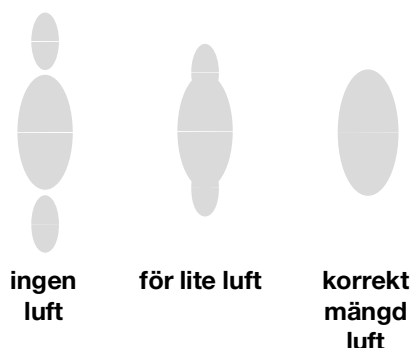

FIG. 7
7. Se FIG. 7. Ställ in finfördelningslufttrycket till cirka 35 kPa (0,35 bar, 5 psi) vid aktivering. Kontrollera sprutmönstret, öka sedan lufttrycket långsamt tills svansarna är helt sönderdelade och indragna i sprutmönstret. Överskrid inte lufttrycket 0,7 MPa (7 bar, 100 psi) till pistolen.